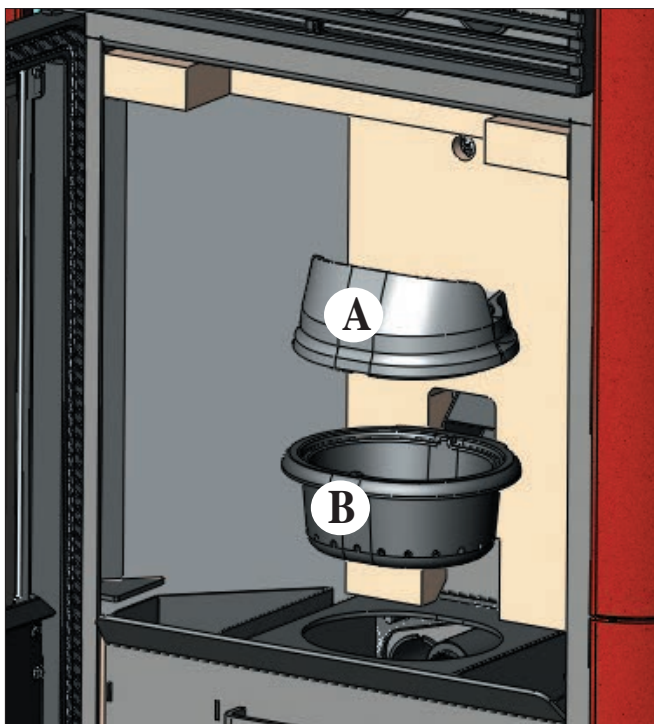

fig. 1
Después de la limpieza normal, el INCORRECTO acoplamiento del crisol superior (A) al crisol inferior (B) (fig.1) puede poner en peligro el funcionamiento de la termoestufa.